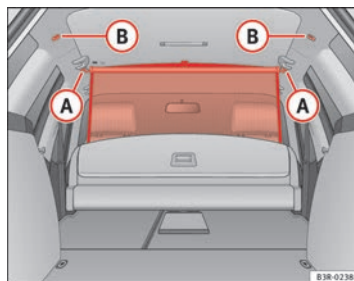

Fig. 121 Argollas para la red de separación
- Coloque la barra transversal en las argollas de alojamiento **B** ⇒ fig. 121. ▶
⇒ página 153, fig. 121.